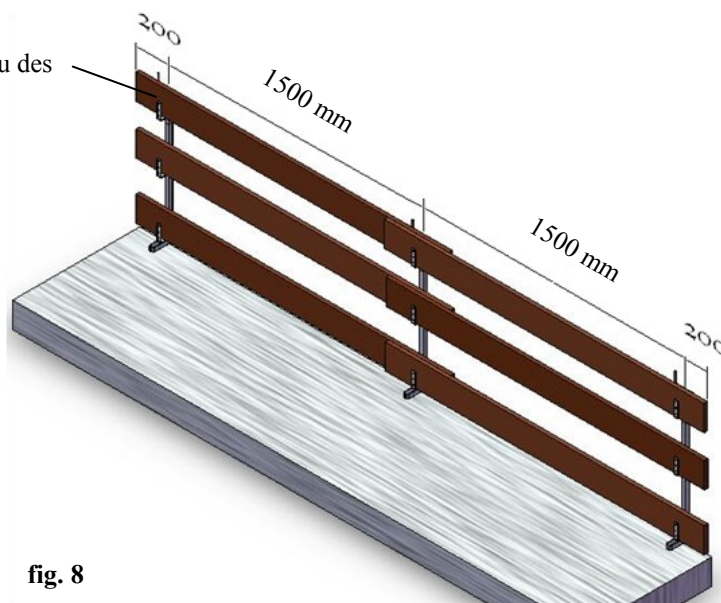

fig. 8
- Compléter l'assemblage du système de protection temporaire en insérant dans les supports appropriés les planches en bois de sapin ou autre bois (classe C16, selon UNI EN 338. Voir fig. 8, page 9), ou avec d'autres profilés métalliques capables de supporter les charges requises par la norme UNI EN 13374.
- Les planches (fig. 8) ou les profils métalliques utilisés doivent être intacts sous l'aspect de résistance et leur longueur doit être au moins 400 mm plus long que deux travées (exemple: 1500 mm + 1500 mm + 200 mm + 200 mm = 3400 mm).